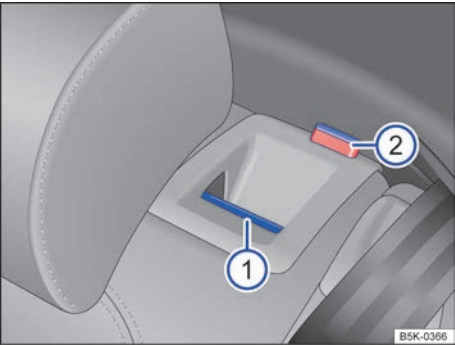

图 83 后排座椅靠背：分离按钮 ①；红色标记 ②
- 向前拉分离按钮 ⇒ 图 83 ①，同时前折靠背。
- 松开后排座椅靠背后应能看见按钮上的红色标记 ②。